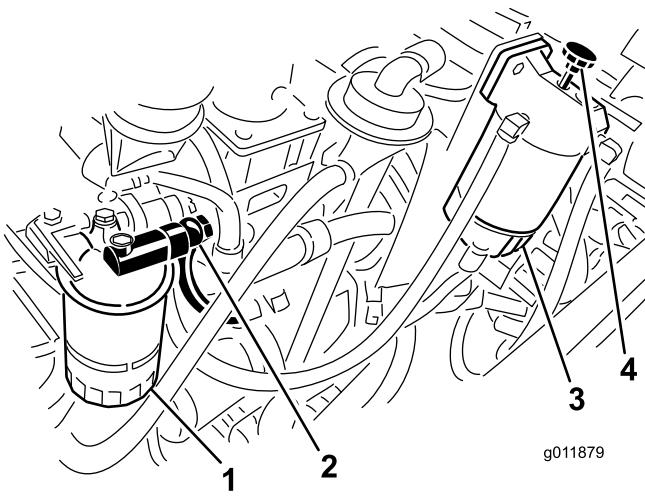

Bild 66
- Lösen Sie den Ringstutzen am Gehäuse des Kraftstofffilters (Bild 66).
- Lassen Sie die Wasserabscheider-Vorpumpe so lange laufen, bis Kraftstoff ungehindert aus dem Ringstutzen tritt (Bild 66).